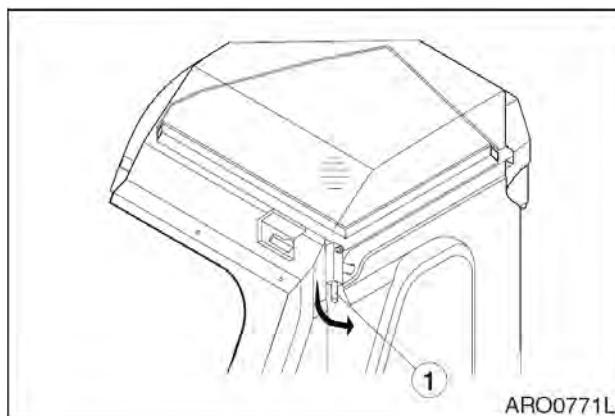

Рис. 111
8. Тянуть стопорный рычаг (1, рис. 111) вниз до тех пор, пока штифт на рычаге, не войдет в отверстие кабины.